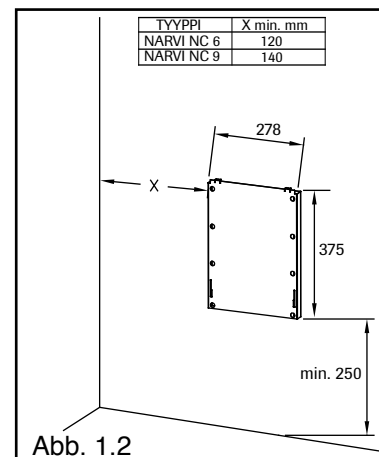

Abb. 1.2
- Befestigen Sie die Befestigungsplatte mit den beigelegten Schrauben entsprechend der Abb. 1.2 an der Wand.